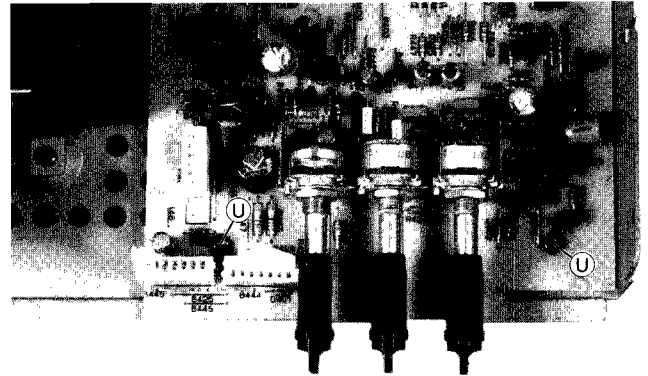

Fig. 15
- 2 Schrauben (U) herausschrauben (Fig. 15).
- Undo 2 screws (U) (Fig. 15).